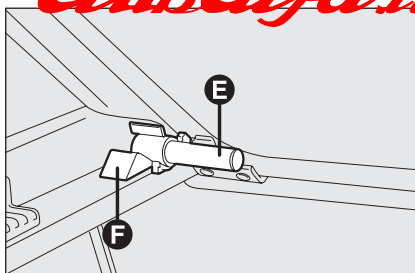

fig. 75
- ☐ liberare i perni **E-fig. 75** posti all'esterno del ripiano dalle relative sedi **F** ricavate nei supporti laterali, quindi rimuovere la cappelliera verso l'esterno.